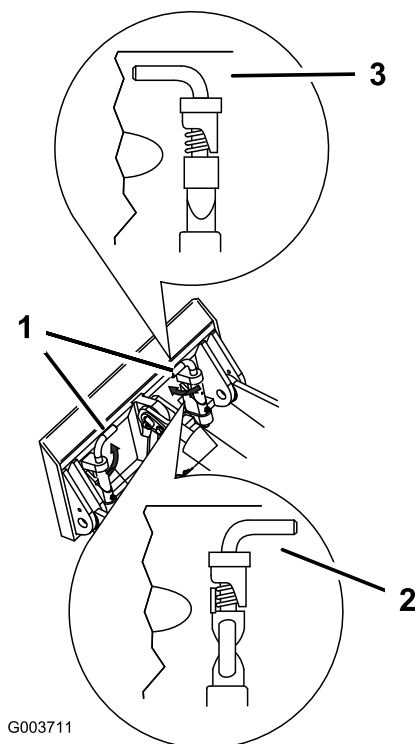

Рисунок 21
7. Закрепите быстроустанавливаемые штифты, убедившись в том, что они полностью вошли в монтажную поверхность (Рисунок 21).